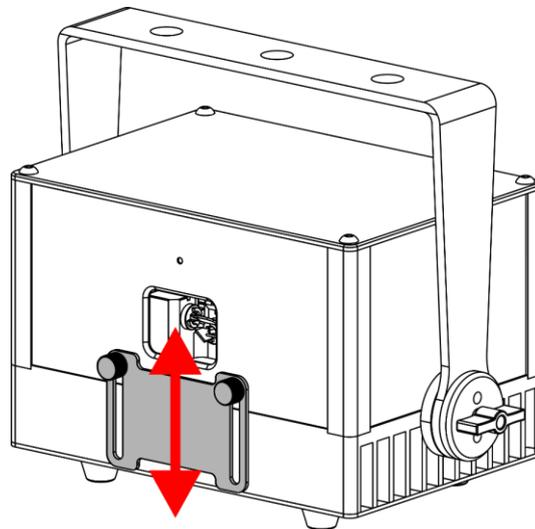

Abb. 13
- 01) Drehen Sie die beiden **Einstellschrauben für die Blendenabdeckung (05)** gegen den Uhrzeigersinn, um sie zu lösen.
- 02) Schieben Sie die **Blendenabdeckung (04)** nach oben oder unten (siehe Abb. 13).
- 03) Drehen Sie die beiden Einstellschrauben für die Blendenabdeckung (05) im Uhrzeigersinn wieder fest. Achten Sie darauf, sie nicht zu fest zu ziehen.